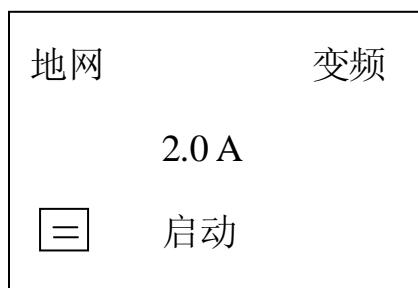
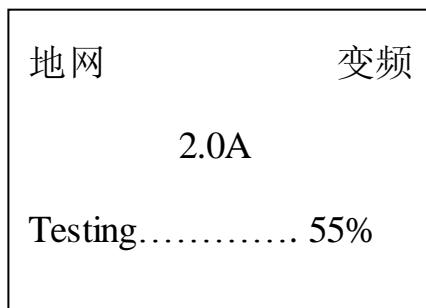
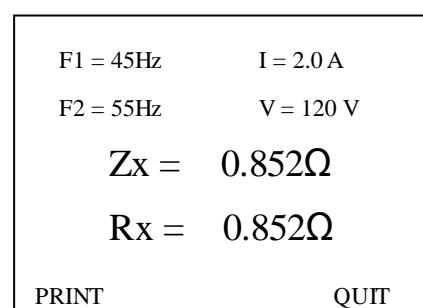

图 3
图 6
图 7
- 1) 打开电源开关，计算机进行自检，液晶屏显示中文主菜单如图 3 所示。
4. 测试：打开高压允许开关，当光标在测试项目上时，按确认键大约 5 秒钟开始测试。测试过程中显示的画面如图 6（地网，变频）所示，当下面的进程到 100% 时候测试完毕，然后显示测量结果见图 7 所示，此时光标指示打印机图标，按确认键打印报告。测量结果的意义如下：
5. **手动打印:** 仪器测试完毕,出现图 7 所示的界面.按 键可以在“print”,“quit”之间选择.如果选择“print”,按一下“确认”键,就会打印结果.如果选择“quit”,按一下“确认”键,就会返回初始界面如图 3 所示.